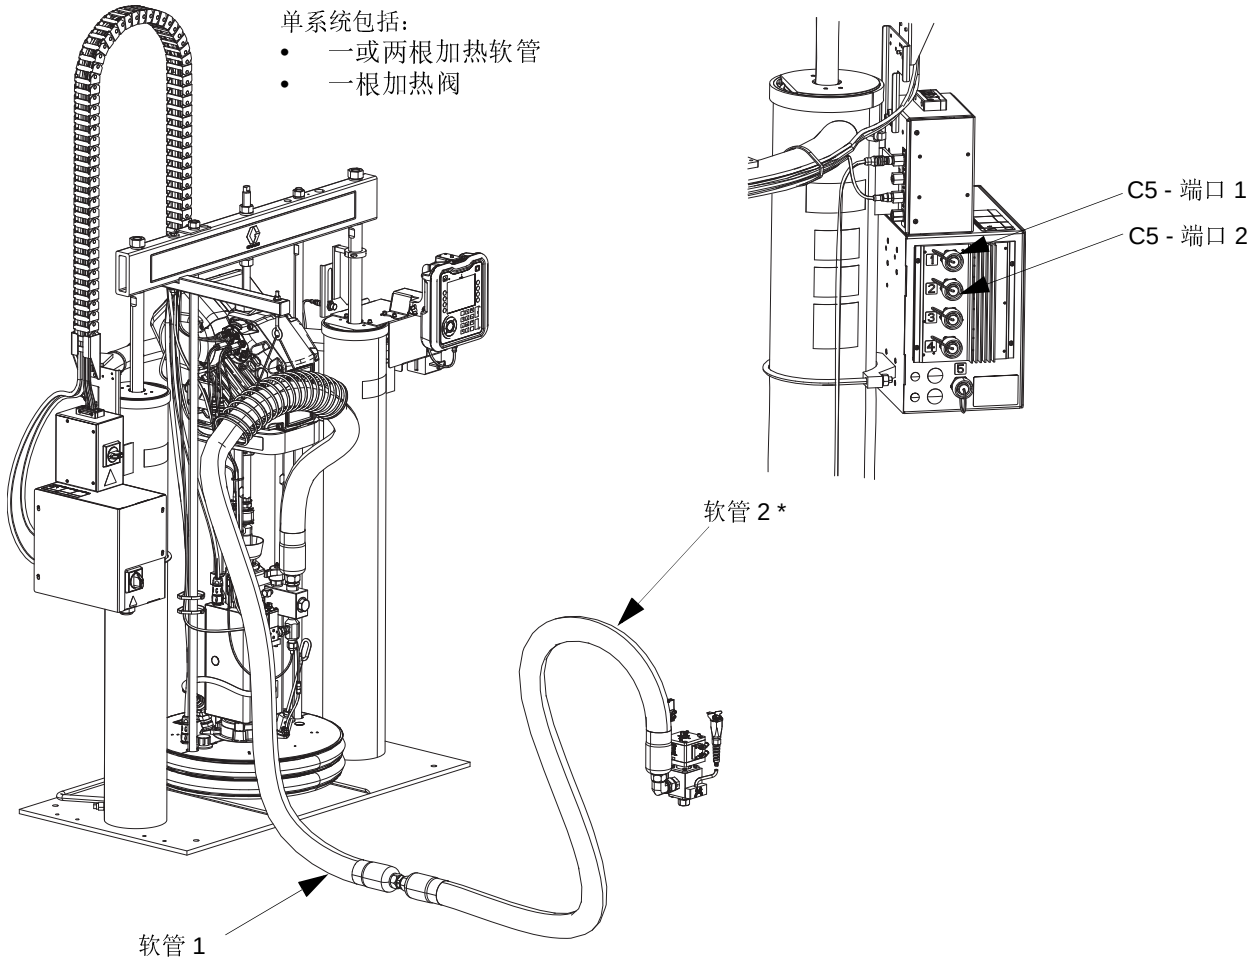

图 25
- 加热阀 - 从软管 2 到轴向分配阀 (B) 的方形电气接头。参见图 25。